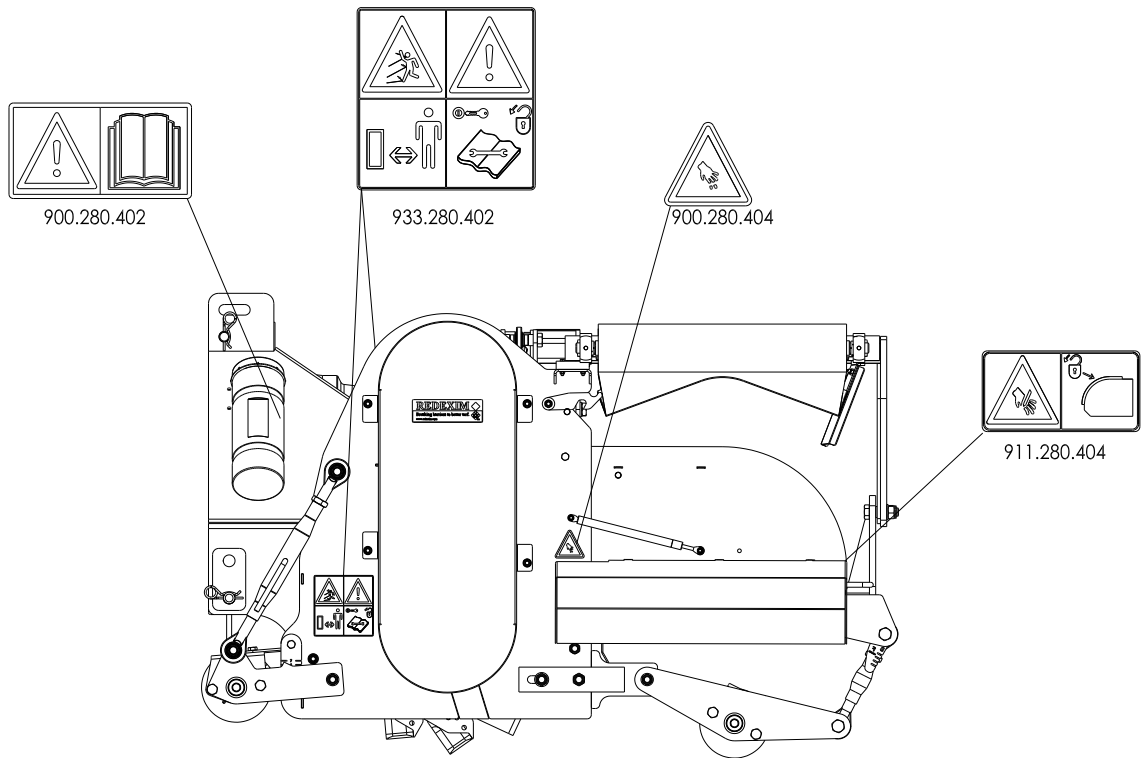

Abb. 7
(7) Position der Sicherheitsaufkleber an der Turf-Stripper 1600 (Abb. 7)